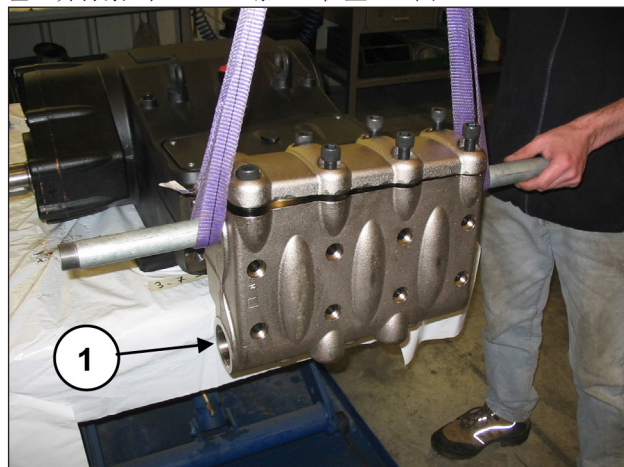
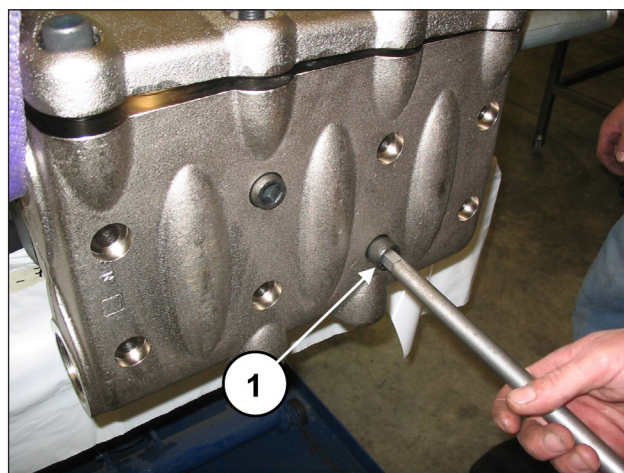

图 128
图 129
将泵头安装在泵壳（位置①，图 128）上，注意不要碰到活塞，并拧紧8个M16x180螺丝（位置①，图 129）。
拧紧8个M16x180螺栓，先从4个内螺栓交叉开始（见图 图 128），然后继续交叉拧紧4个外螺栓。